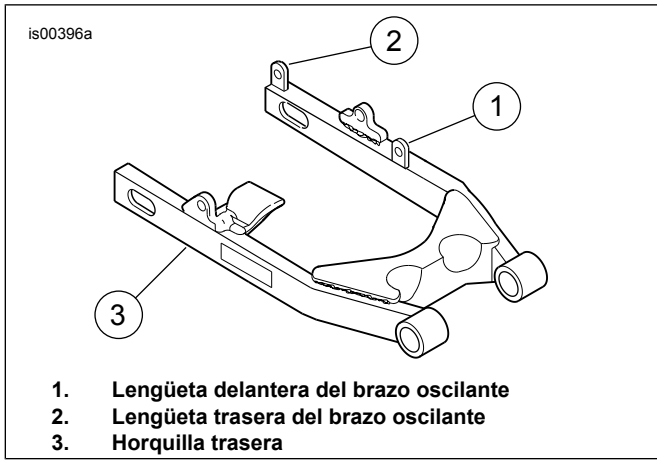
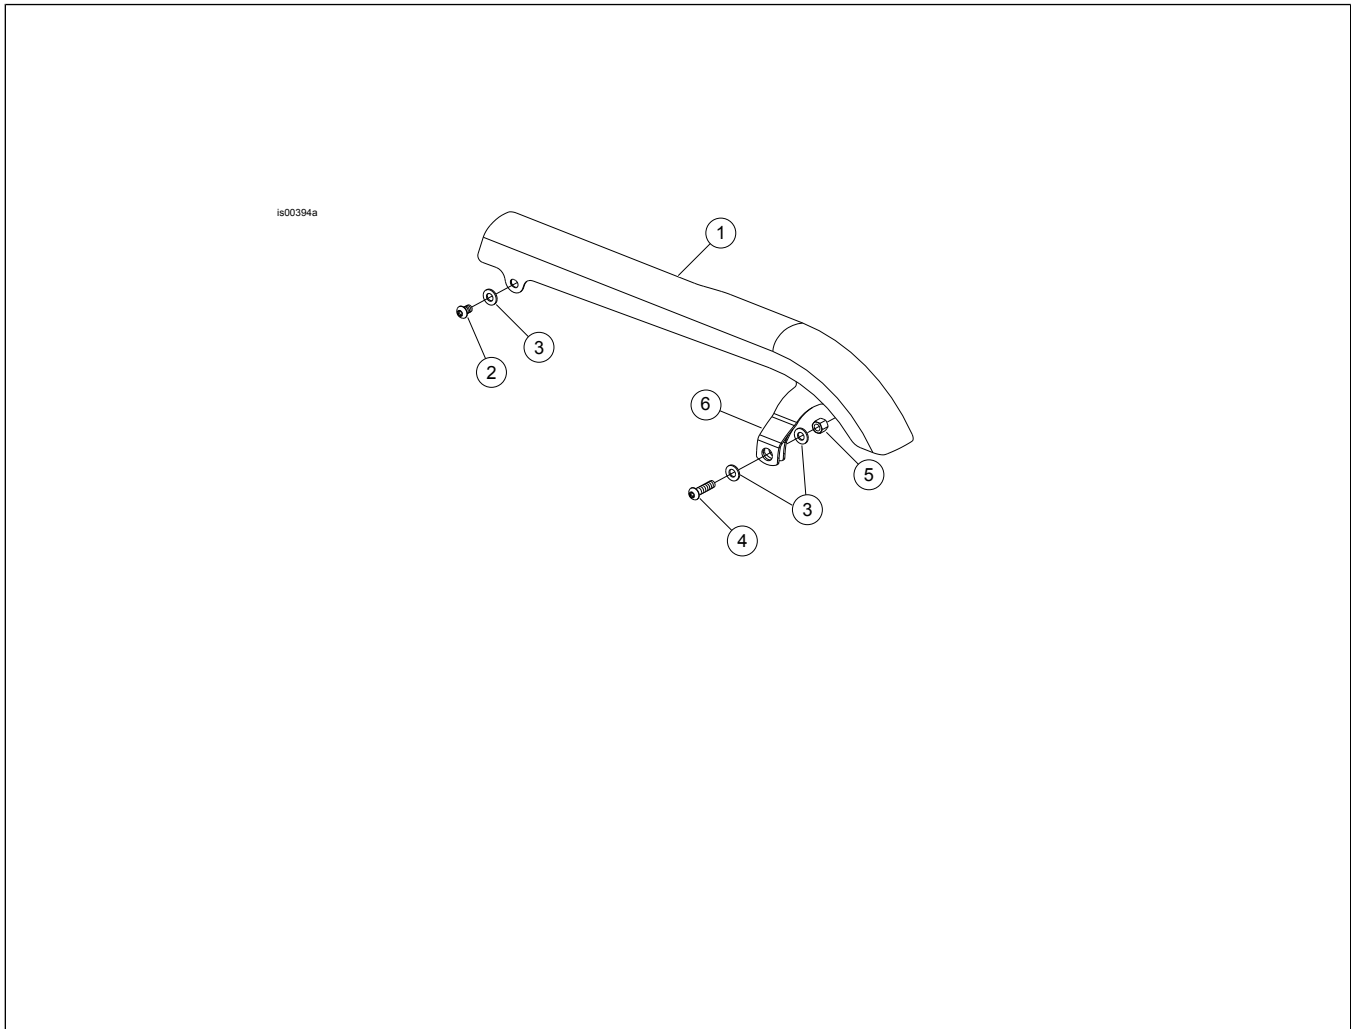

Figura 1. Lengüetas trasera y delantera del brazo oscilante
Figura 2. Piezas de servicio: kit de protectores cromados de la correa y elementos de sujeción
Vea la Figura 2 y la Tabla 2.
Vea la Figura 2. Verifique que la lengüeta del brazo oscilante trasero esté entre las lengüetas de la pieza de soporte trasera de montaje (A) del protector de la correa.
4. Vea la Figura 1. Coloque el protector cromado de la correa (artículo 1, Figura 2) sobre las lengüetas delantera y trasera (1, 2) en la horquilla trasera (3).
5. Vea la Figura 2. Instale sin apretar el tornillo con cabeza de botón Torx delantero (2) y la arandela (3) en el protector cromado de la correa (1).
6. Instale sin apretar el tornillo con cabeza de botón Torx trasero (4), dos arandelas (3) y la tuerca (5) en la pieza de soporte de montaje del protector cromado de la correa (A).
1. Vea la Figura 2. Extraiga y deseche el tornillo con cabeza de botón Torx delantero existente de 5/16-18 x 1 pulg. y la arandela del protector de la correa. Instale el tornillo Torx con cabeza de botón (2) y la arandela (3) en el protector cromado de la correa (1). Apriete los tornillos a 13,6–20,3 N·m (120–160 in-lbs).
2. Extraiga y deseche el tornillo con cabeza de botón Torx existente de 5/16-18 x 1-1/4 pulg., dos arandelas y la tuerca del protector de la correa. Instale el tornillo Torx con cabeza de botón (4), dos arandelas (3), y la tuerca (5) en la pieza de soporte de montaje (6) del protector cromado de la correa. Apriete los tornillos a 13,6–20,3 N·m (120–160 in-lbs).